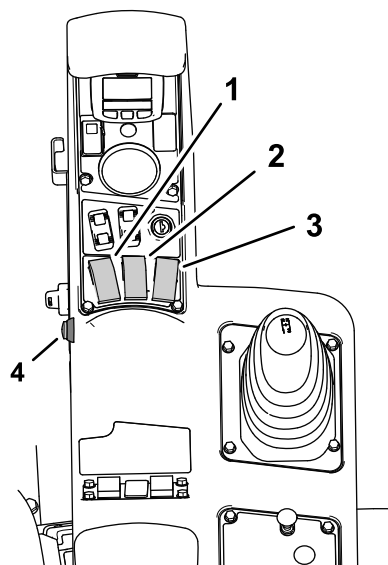
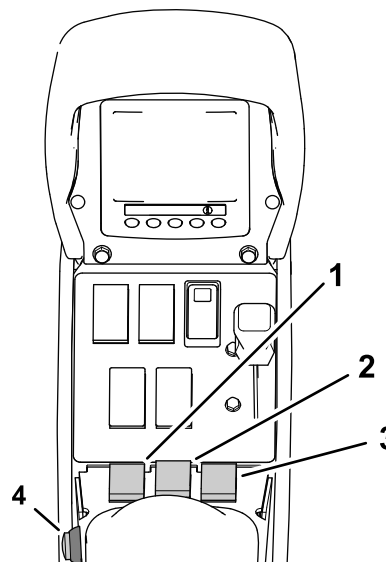

Bild 154
Bild 155
1. Stellen Sie die drei Abschnittsschalter (an der Steuerkonsole der Maschine) in die EIN-Stellung (Bild 154 und Bild 155).
2. Tippen Sie den Hauptabschnittsschalter an der Maschine (Bild 154 oder Bild 155).